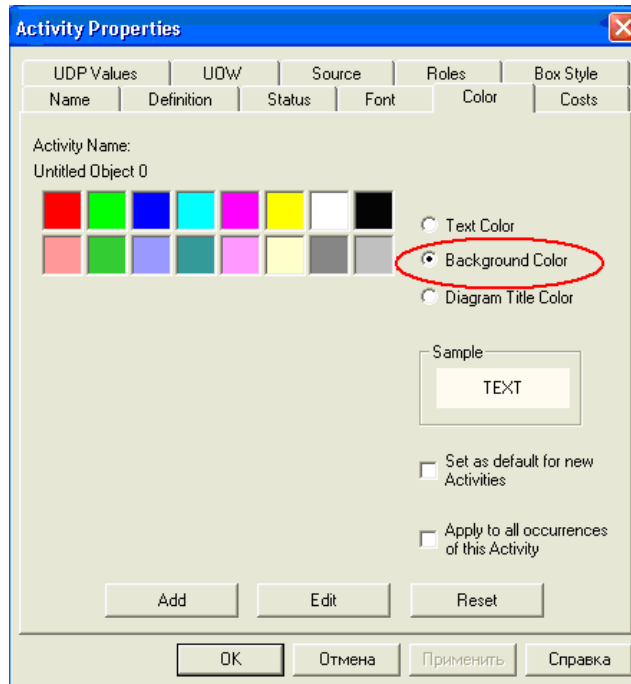

Рис. 1.22. Вкладка Color диалога Activity Properties
3. Для изменения фона блока выберите **Background Color** и цвет (рис. 1.22.):